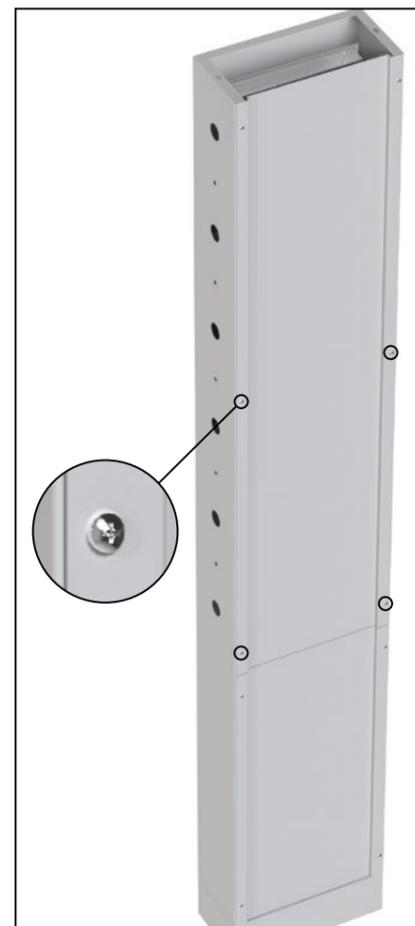
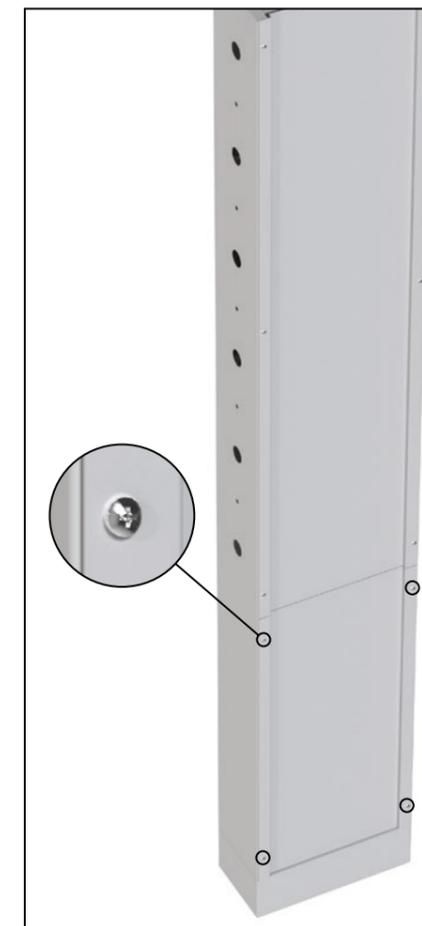

Рис. 30
Рис. 31
2.2 Вывернуть 6 винтов М4х16 у верхней панели (Рис. 30) и 4 винта у нижней панели (Рис. 31) и снять панели фасадные (Рис. 32). Винты сохранить.